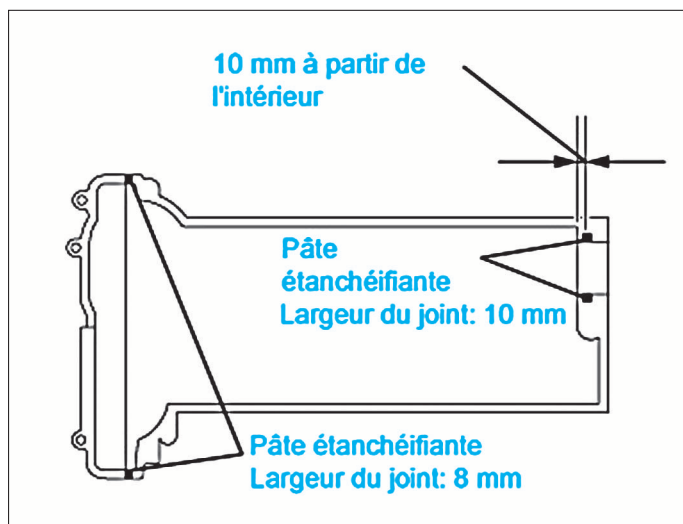

FIG. 51
- enlever la pâte d'étanchéité restante sur la culasse, le couvre-culasse et le carter de chaîne et appliquer de la pâte d'étanchéité sur les points indiqués (fig. 51).